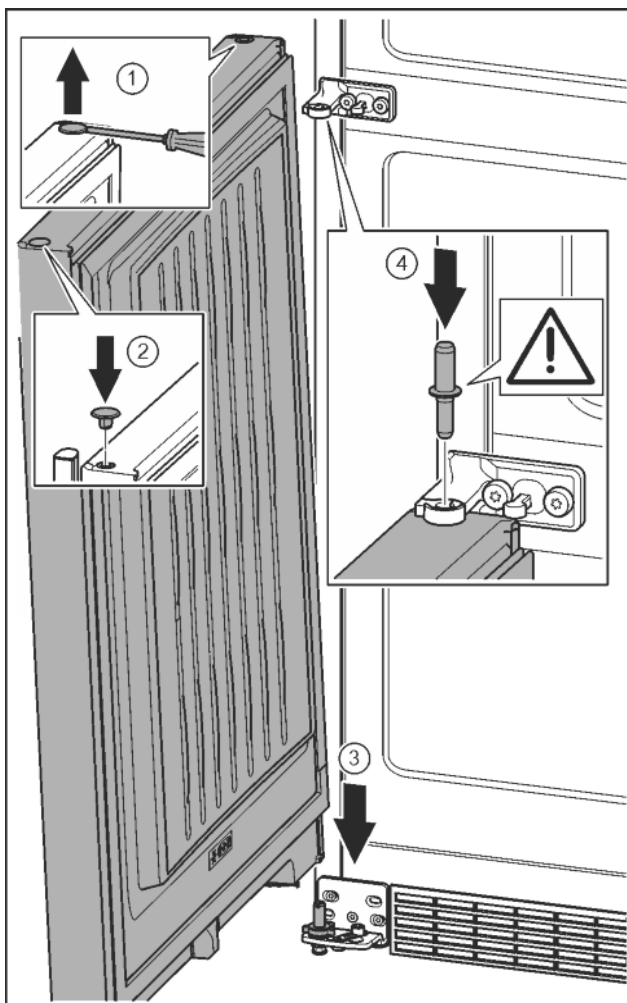

Fig. 21
- Paceliet uzmanīgi ar plakano skrūvgriezi un izvelciet ārā aizbāzni. Fig. 21 (1)
- Ievietojiet atpakaļ aizbāzni otrajā durvju pusē. Fig. 21 (2)
- Durvis no augšas uzlieciet uz apakšējās gultņa tapas. Fig. 21 (3)
- Ievietojiet vidējo gultņa tapu vidējā gultņa balstā apakšējās durvīs. Uzmanieties, lai aizturs izcilnis būtu vērsts virzienā uz aizmuguri. Fig. 21 (4)